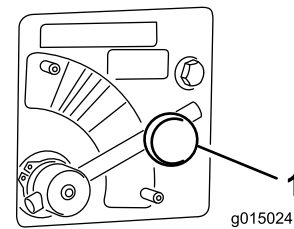

Figura 45
1. Afloje el pomo que sujeta la palanca de la válvula del rotor (Figura 45).
2. Gire la palanca de la válvula del rotor (Figura 45) a la posición del color deseado (en este caso, amarillo).
1. Mueva la palanca de la válvula del rotor a la sección **Azul** (MAX SPEED - velocidad máxima) (Figura 45). La palanca debe estar horizontal, girada totalmente hacia la derecha.